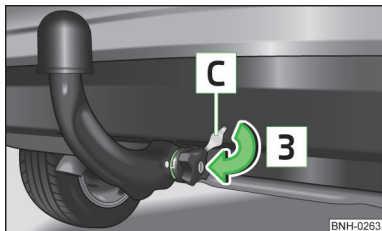

Fig. 104
- > Introduceți capacul pe încuietoarea roțiței, în sensul săgeții » fig. 104.